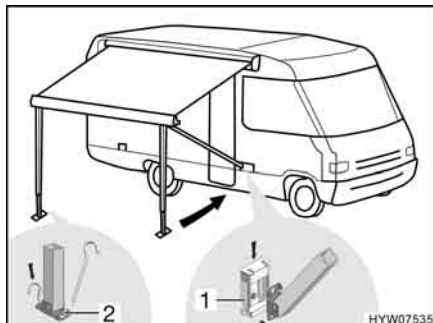

Fig. 27 Fissaggio dei montanti di supporto
- Incastrare i montanti di supporto nei supporti (Fig. 27,1) sul veicolo (se presenti), oppure fissarli sul terreno con dei puntelli (Fig. 27,2).